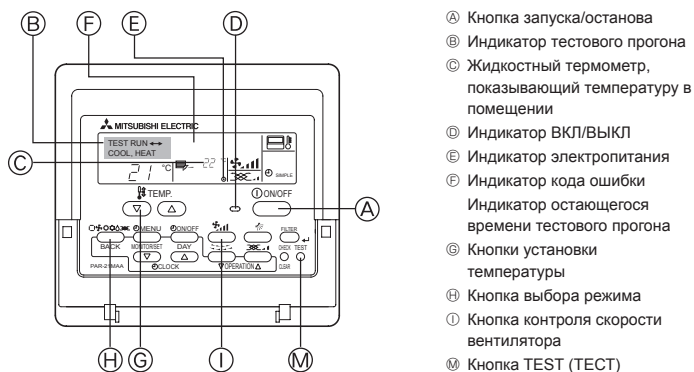

Fig. 6-1
6.2.1. Использование проводного пульта дистанционного управления (Fig. 6-1)
- ① Включите питание по крайней мере за 12 часов до начала пробного прогона.
- ② Дважды нажмите кнопку [TEST]. ⇒ "TEST RUN" на ЖК-дисплее
- ③ Нажмите кнопку [Mode selection] (Выбор режима). ⇒ Убедитесь в том, что воздух выдувается.
- ④ Нажмите кнопку [Mode selection] (Выбор режима) и переключитесь на режим охлаждения (или обогрева). ⇒ Убедитесь в том, что выдувается холодный (или теплый) воздух.
- ⑤ Нажмите кнопку [Fan speed] (Скорость воздушного потока). ⇒ Убедитесь в том, что скорость воздушного потока переключилась.
- ⑥ Проверьте работу вентилятора наружного прибора.
- ⑦ Выключите пробный прогона нажатием кнопки [ON/OFF]. ⇒ Стоп
- ⑧ Введите телефонный номер.